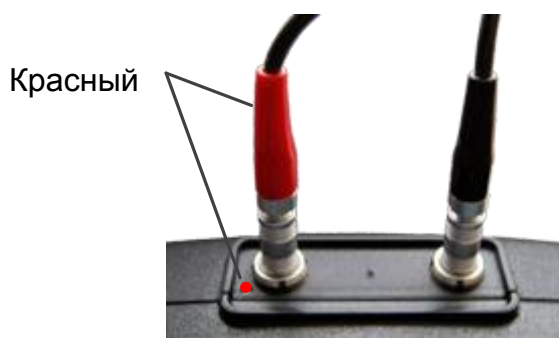

Рисунок 3
– Раздельно-совмещенные (РС) преобразователи (тип D) подключаются с помощью двойного кабеля LEMO-LEMO. Разъем, обозначенный красной точкой, служит для подключения передающего пьезоэлемента, немаркированный – приемного пьезоэлемента (рисунок 3).